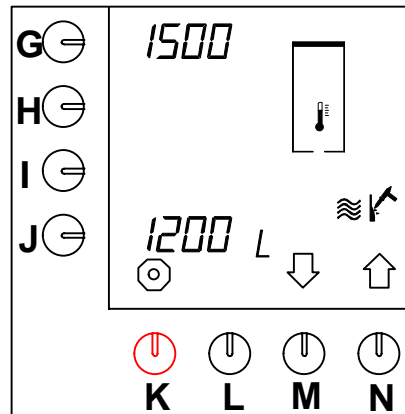

Fig. 27 Descaling counter hot water system
- Avkalkningsräknaren visas på displayen (fig.27).
- På displayen bredvid (fig.27) programmeringstangenten (G.) visas efter hur många liter vatten systemet måste avkalkas.